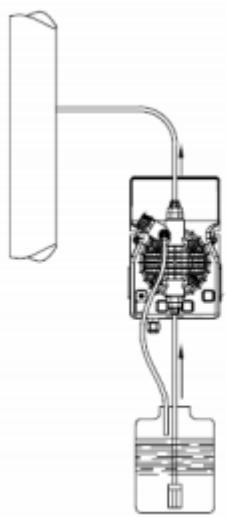
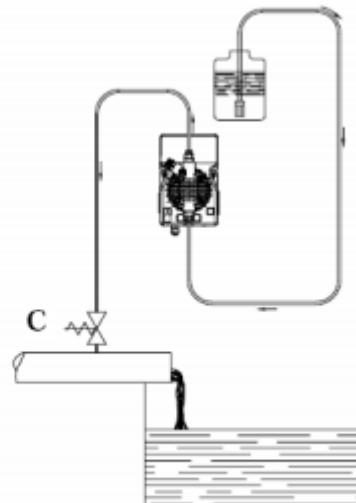

Рис.5
Рис.6
c. – Расположите насос, как показано на рис. 5, учитывая, что его можно устанавливать, как выше, так и ниже уровня дозируемой жидкости, при этом перепад уровней не должен превышать 2-х метров. Если система работает при атмосферном давлении (без обратного), а емкость с реагентами расположена выше насоса (рис. 6) необходимо часто проверять состояние клапана впрыска, т.к. его износ может вызвать попадание реагента в систему даже при выключенном насосе. Если данная проблема появляется, Вам необходимо установить обратный клапан С между точкой выброса и клапаном. Не устанавливайте насос над емкостью с химическими препаратами, выделяющими большое количество паров, за исключением случаев, когда емкость герметично закупорена